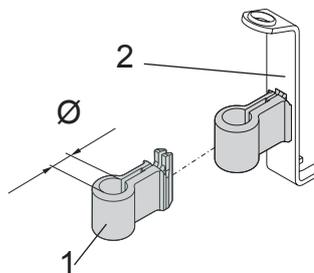

Fig. 13
Para a fixação do tubinho de fio quando se trata de alimentação de fio fechada, existe para cada diâmetro de tubo um suporte correspondente (1). O suporte do tubinho é encaixado no arco de admissão (2), conforme ilustra o desenho (Fig. 13)